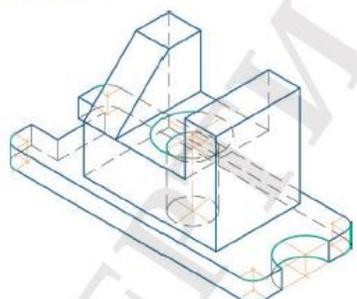
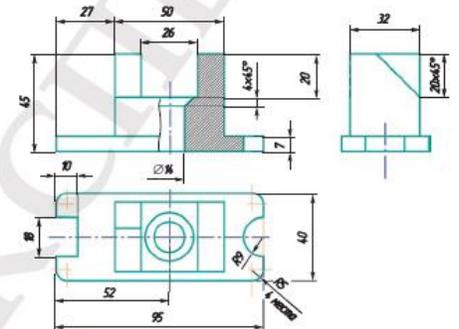

Рис. 6.7. Опора, материал сталь 45. Изометрическая проекция
Рис. 6.8. Опора. Чертеж
1) По изометрической проекции (рис. 6.7) и чертежу (рис. 6.8) создайте *Деталь Опора.m3d*.